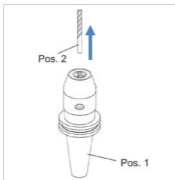

Abbildung 5: Werkzeug entnehmen
- Entnehmen Sie das Werkzeug (Pos. 2) aus der Aufnahmebohrung des Bohrfutters (siehe „Abbildung 5: Werkzeug entnehmen“).